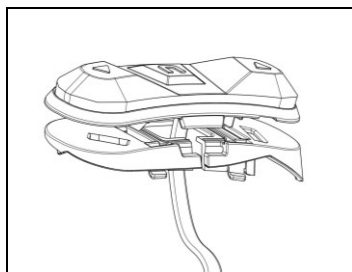
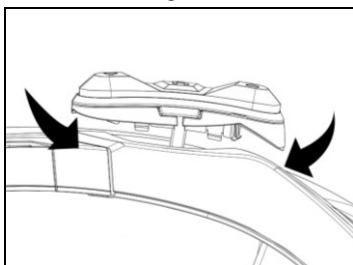

Fig. 19
Fig. 20
- Draai de houder van het toetsenbord zodanig dat deze wordt gepositioneerd zoals in Fig. 19 en koppel ze vast aan het toetsenbord (Fig. 20).